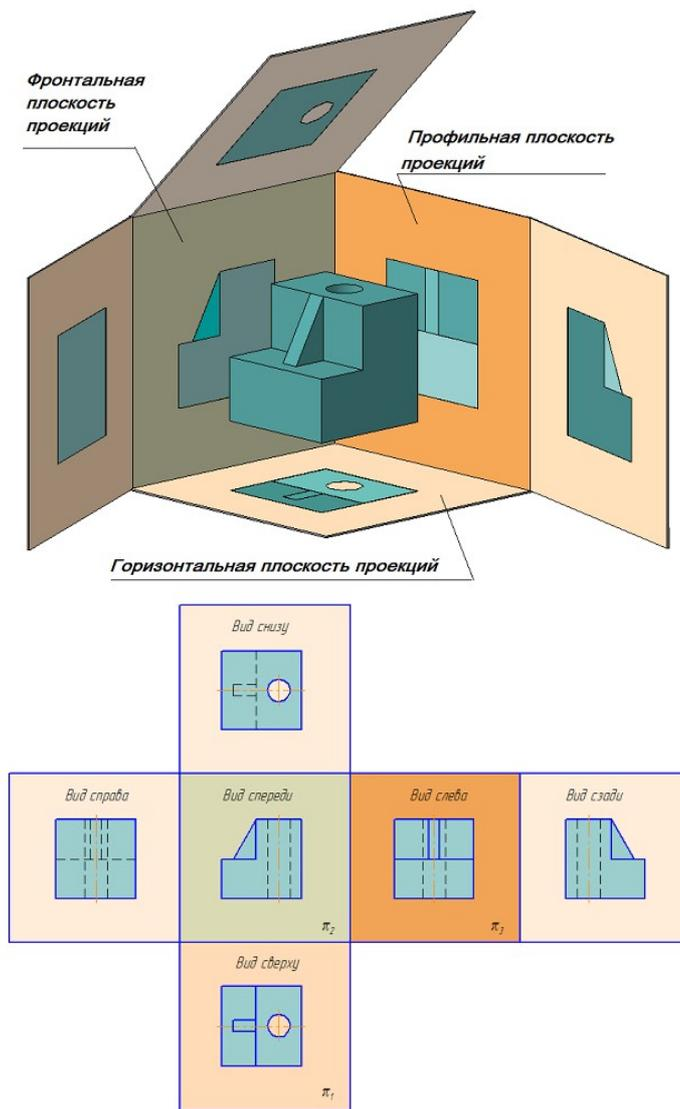

Рис. 30. Образование основных видов
проекциями, а изображениями. В качестве основных плоскостей проекций принимают грани пустотелого куба, в который мысленно помещают предмет и проецируют его на внутренние поверхности граней. Грани совмещают с плоскостью (рис. 30). В результате такого проецирования получают следующие изображения: вид спереди, вид сверху, вид слева, вид справа, вид сзади, вид снизу.
**Основные виды** — изображения получают путем проецирования предмета на плоскости проекций. Всего их шесть, но чаще других для получения информации о предмете используют основные три: горизонтальную, фронтальную и профильную (рис. 30). При таком проецировании получают: вид спереди, вид сверху, вид слева.
Названия видов на чертежах не надписываются, если они расположены в проекционной связи (рис. 30). Если же виды сверху, слева и справа не находятся в проекционной связи с главным изображением, то они отмечаются на чертеже надписью по типу «А». Направление взгляда указывается стрелкой, обозначаемой прописной буквой русского алфавита. Когда отсутствует изображение, на котором может быть показано направление взгляда, название вида надписывают.